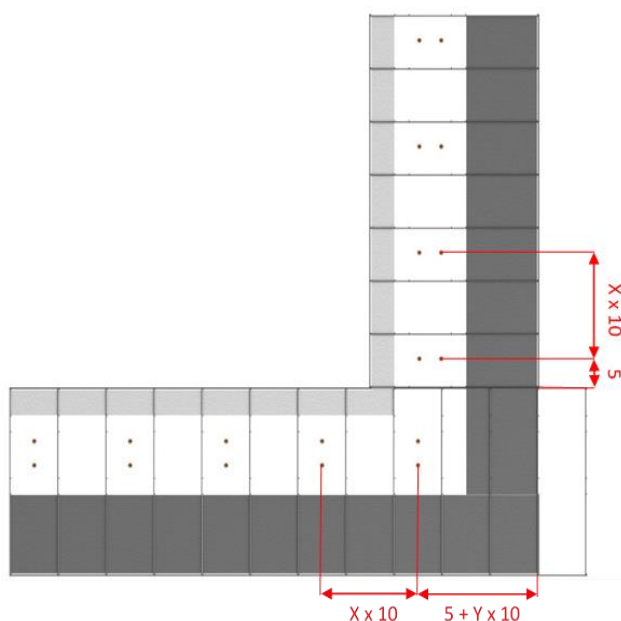

Figura 9 – Posición de arranque de barras. Ej. S35_5EPS_15EPS con X = 2 y Y = 2
2. Apertura de 1600 mm x 1200 mm por 1050 mm de alto, ver figura 9.